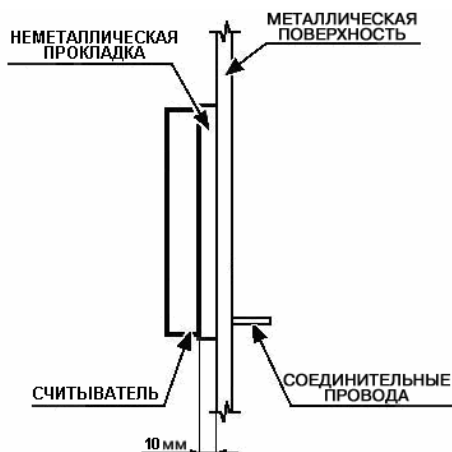

Рисунок 35 – Установка считывателя на металлическую поверхность
- при установке считывателей на металлическую поверхность устанавливать их через неметаллическую прокладку толщиной около 10 мм (см. рисунок 35).